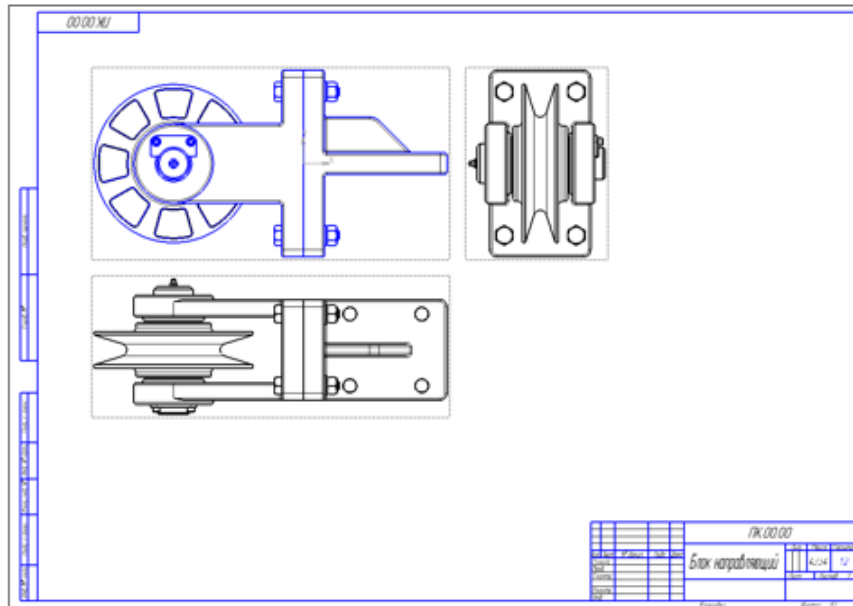

Рисунок 3
- Создайте на чертеже три стандартных вида, приняв за главный вид чертежа ориентацию модели Справа. Установите масштаб видов 1:2. Включите отрисовку линий перехода поверхностей (рис. 3).